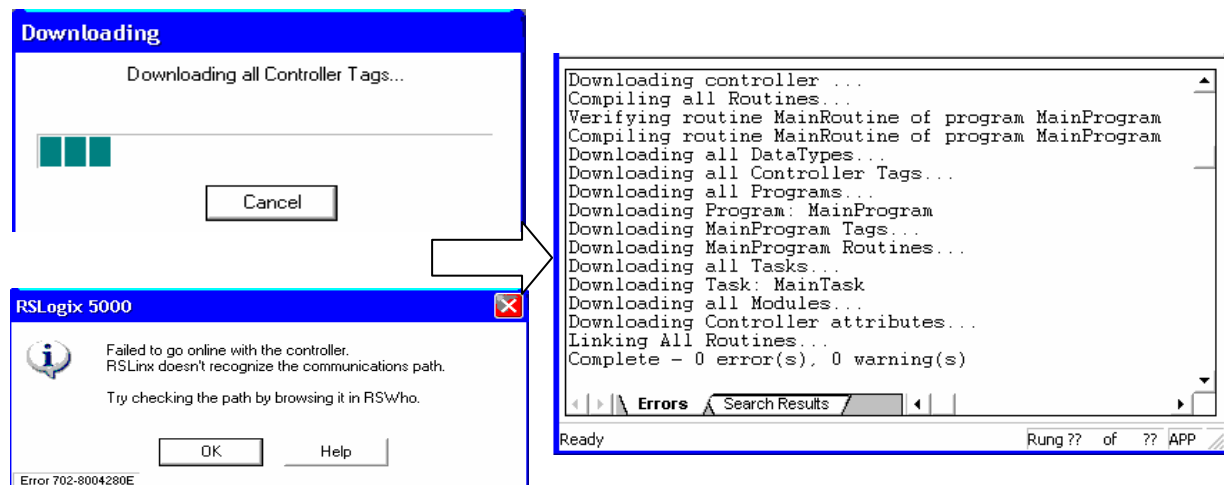

Figura 3.19 Ventanas de descarga, con éxito o fallida
- e) Haga clic en **Descargar** para descargar el programa. Verá un gráfico que muestra el progreso de la descarga en el centro de la pantalla y recibirá mensajes de estado referentes a la descarga en la esquina inferior izquierda de la pantalla, un ejemplo se muestra en la figura 3.19 izquierda. Si existiera algún error, se muestra tal y como aparece en la figura 3.19, y en función del error se ha de depurar el proceso para una correcta descarga.